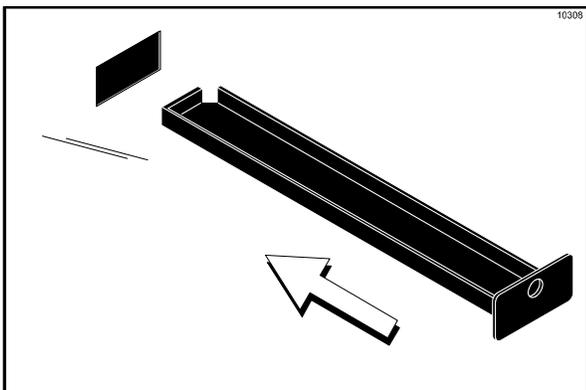

Figura 66
12. Quite, limpie y vuelva a instalar las dos bandejas de goteo con muescas de los paneles izquierdo y trasero. (Vea la figura 66).